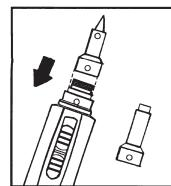

Abb. 4
2. Den Lötkopf mit einer geeigneten Lötspitze oder die Spitze für Heißluft am Brennerkopf festschrauben. Siehe Abb. 4.